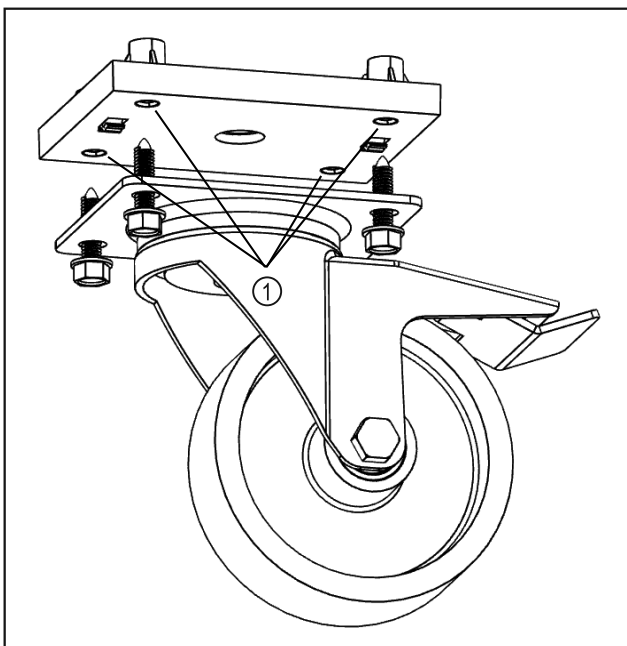

Fig. 9
- ▶ Τοποθετήστε τις προαιρετικές ρόδες στα αναφερόμενα σημεία. Fig. 9 (1)